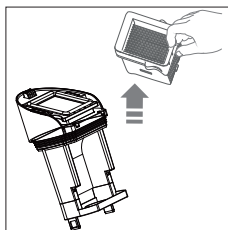

Fig. 17 – Retirer le filtre
- ▶ Tirez le filtre EPA 10 vers le haut pour le sortir du réservoir d'eau sale (voir Fig. 17).